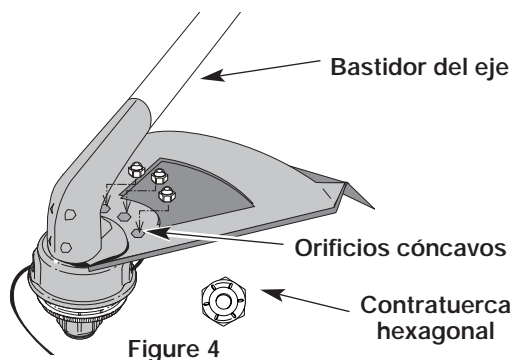

Figure 4
2. Coloque uno de los tres (3) provistos contratuercas hexagonal en uno de los tres orificios cóncavos de la parte superior del protector accesorio de corte (Fig. 4).